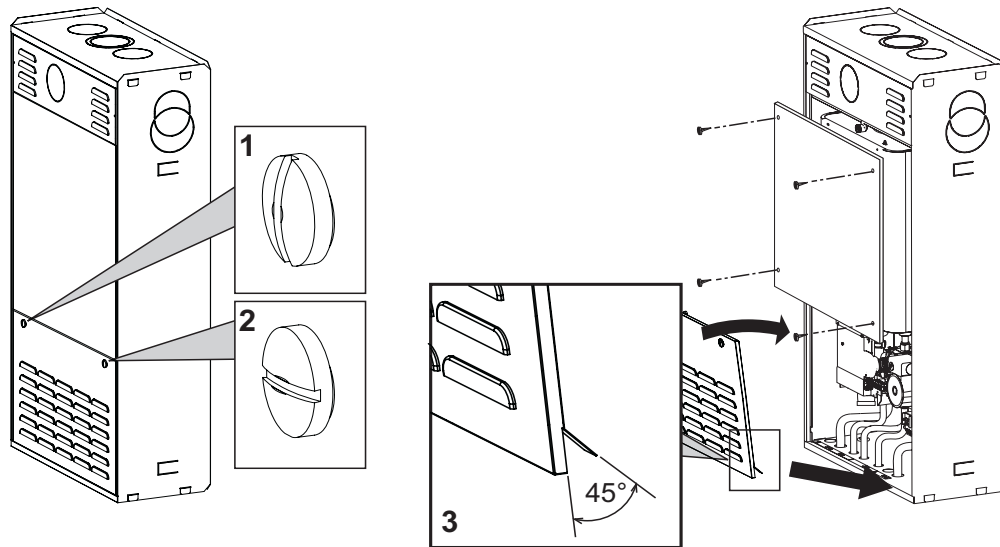

fig. 31 - Apertura e chiusura mantello
- Con una moneta o un cacciavite agire sulle serrature del pannello inferiore (1 = chiuso - 2 = Aperto - fig. 31) e sulle quattro viti del pannello centrale.
- Quando si richiude il pannello inferiore, verificare che le linguette siano in posizione corretta (rif. 3 - fig. 31) e si incastrino nelle apposite sedi sull'involucro.